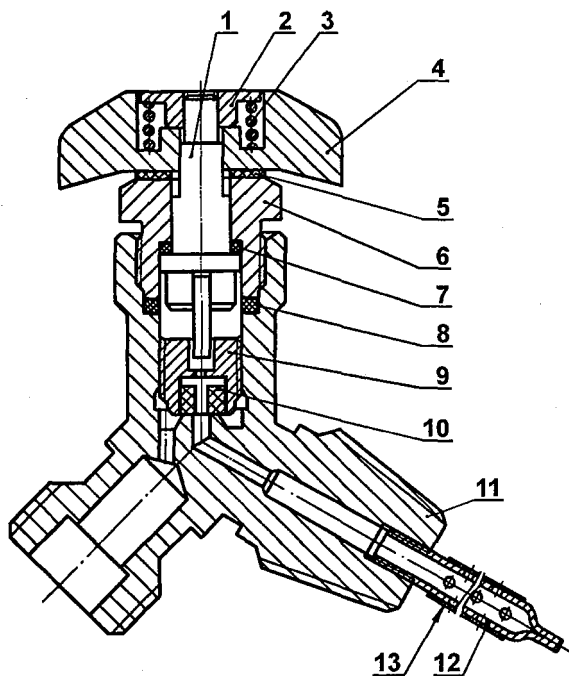
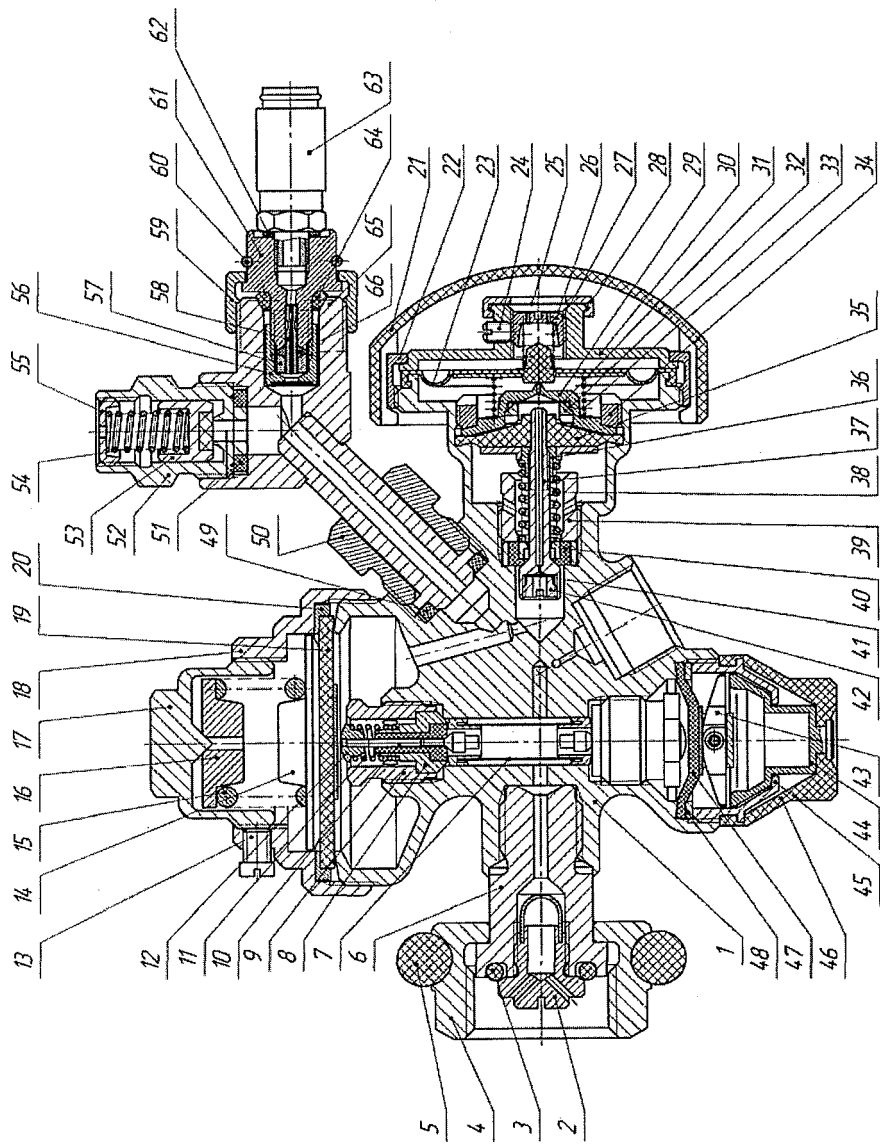
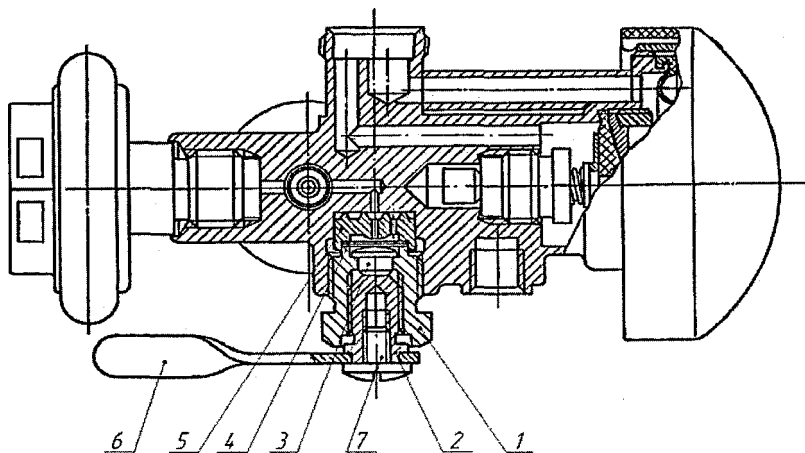

Рисунок 11 – Вентиль кислородного баллона
Рисунок 12 – Блок кислородораспределительный
Рисунок 13 – Перекрывной вентиль капилляра
1.5.2.2 Вентиль кислородного баллона (рисунок 11) состоит из корпуса 11 и запорного устройства. В хвостовик вентиля (условно повернут в плоскость рисунка) ввинчен фильтр 12 с сеткой 13, предотвращающий попадание в кислородораспределительную систему окалина из баллона. Основной частью запорного устройства является клапан 9 с запрессованной уплотняющей вставкой 10.
1.5.2.3 Блок кислородораспределительный (рисунок 12) предназначен для понижения давления кислорода и подачи его в систему респиратора. Блок включает в себя следующие узлы: штуцер входной в сборе 2-6, редуктор 8-20, автомат легочный 21-42, клапан аварийный 43-48, клапан предохранительный 51-55, тройник с разъемом для подключения сигнального устройства отсутствия кислорода и вентиль перекрывной капилляра 1-6 (рисунок 13). Все эти узлы смонтированы на едином корпусе (моноблоке) 1.
Для постоянной подачи кислорода в систему респиратора в клапане 37 легочного автомата имеется канал с дозирующим отверстием, защищенным от засорения фильтром-сеткой 41, которая закреплена гайкой 42. При открытом вентиле баллона 1,3-1,5 дм³/мин кислорода из редуктора через фильтр, дозирующее отверстие, канал в клапане и сопло 29 поступает в камеру вспомогательного клапана. Камера вспомогательного клапана соединена каналом с выходным штуцером (рисунок 13), служащим для подключения блока к дыхательному мешку.
Перекрывной вентиль (рисунок 13) предназначен для отключения капиллярной трубки с манометром от кислородоподающей системы при обнаружении в них утечки кислорода. В этом случае отключается сигнальное устройство резерва кислорода.
1.6.2 Ключ специальный предназначен для вращения гайки 2 вентиля кислородного баллона (рисунок 11) и гаек 43 и 49 кислородораспределительного блока (рисунок 12).